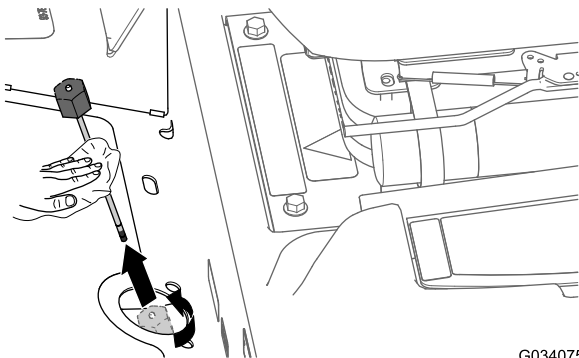

Figura 83
2. Afloje el tope de la varilla (Figura 83), retire la varilla del tubo de llenado del transeje y limpie la varilla con un paño limpio.